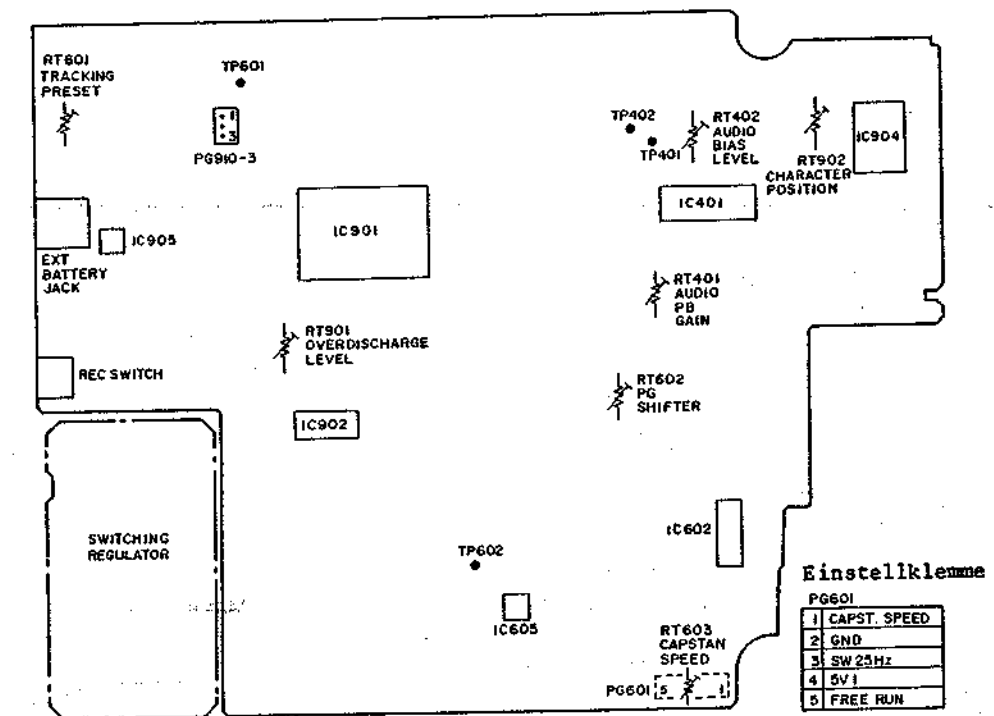

Abb. 4-151 Haupt-Leiterplatte (Leiterbahnseite)
(1) Audio-Wiedergabegewinn (Abb. 4-151)
(2) Audio-Vormagnetisierungspegel (Abb. 4-151)